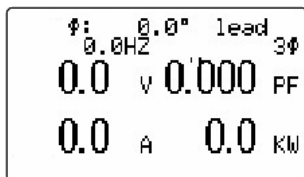

Imagen 3 (5-11)
- B. Si cualquiera de las opciones START TIME o STOP TIME están establecidas a un valor distinto a 00:00 (como en **Imagen 2**), al pulsar una vez la tecla REC (3-6 Imagen 1) la pantalla mostrará en la esquina inferior izquierda el símbolo REC (según **Imagen 5**) y cuando el reloj llegue a la hora configurada en START TIME (en el ejemplo, las 08:00) se empezarán a registrar medidas hasta llegar a la hora de finalización (STOP TIME, en el ejemplo 00:00). En ese momento se detendrá la toma de medidas y se volverá a activar cada día en la franja horaria delimitada por START TIME y STOP TIME hasta que se pulse de nuevo la tecla REC (3-6, Imagen 1) para detener el datalogger (según **Imagen 3**).
- C. Al pulsar la tecla REC (3-6, Imagen 1) durante más de 2 seg., el instrumento comenzará inmediatamente a registrar medidas pasando por alto la hora de inicio definida en START TIME (según **Imagen 4**) y se detendrá al llegar a la hora definida en STOP TIME o si se pulsa de nuevo la tecla REC (3-6, Imagen 1) durante más de 2 segundos (según **Imagen 3**).
- C. Al pulsar la tecla HOLD (3-5, Imagen 1) de nuevo, se abandona la función (según **Imagen 3**).